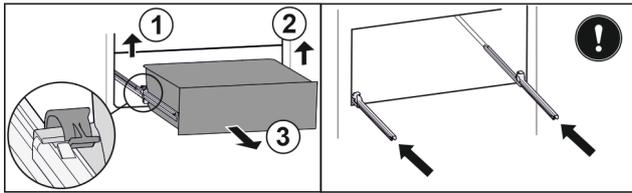

Fig. 30
- ▶ Linke Klemme anheben und gleichzeitig Schubfach links nach vorne ziehen. Fig. 30 (1)
- ▶ Rechte Klemme anheben und gleichzeitig Schubfach rechts nach vorne ziehen. Fig. 30 (2)
- ▶ Schubfach nach vorne entnehmen. Fig. 30 (3)